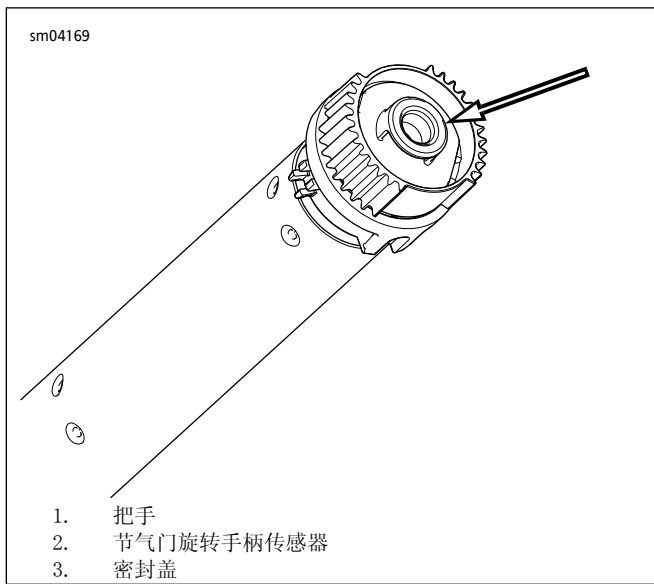

图4. 拆卸密封盖
- 参见图4。将小螺丝刀或其他平头工具插入密封盖一侧的平面区域。